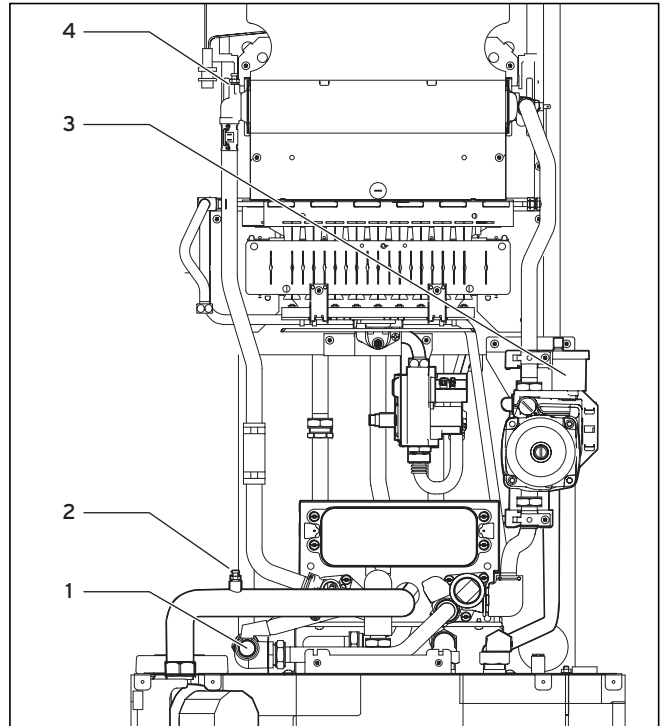

Abb. 6.1 Kesselfüll- und Entleerungseinrichtung
- Entlüften Sie das Gerät warmwasserseitig über den Entlüftungsnippel (2) am Rohr zwischen Pumpe und Sekundär-Wärmetauscher, siehe Abbildung 6.1.